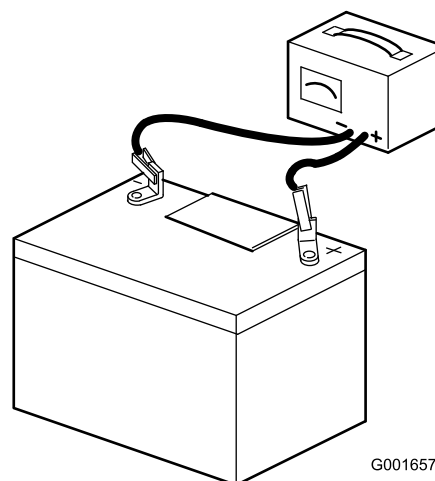

Figura 38
2. Cuando la batería esté completamente cargada, desconecte el cargador de la toma de electricidad, luego desconecte los cables del cargador de los bornes de la batería (Figura 38).